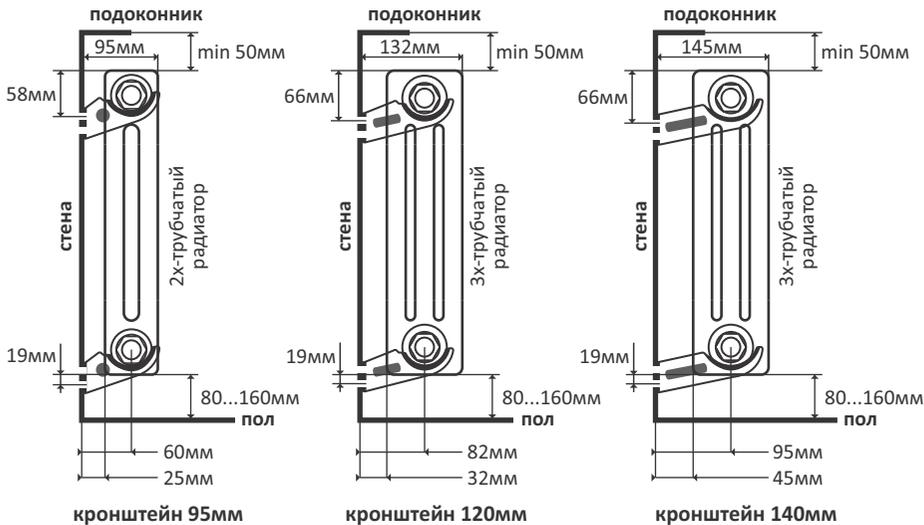

Рисунок 4 - Основные расстояния при монтаже
4.5. При установке радиатора рекомендуется выдерживать следующие расстояния (см. рисунок 4):